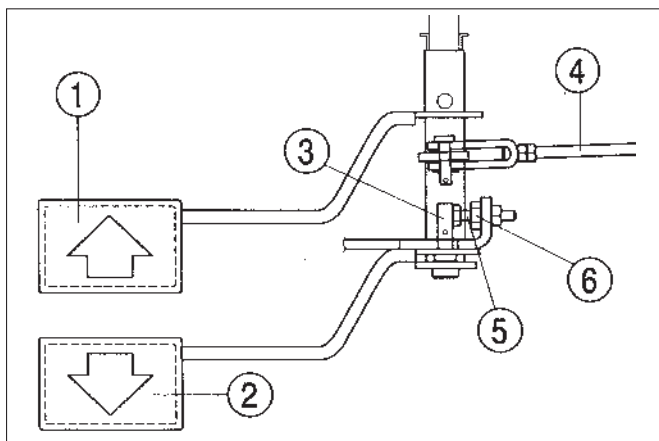

Fig. 69
- Fig. 69
- (1) Pédale de frein droit
- (2) Pédale de frein gauche
- (3) Axe
- (4) Tringle de frein gauche
- (5) Vis de butée
- (6) Ecrou de blocage